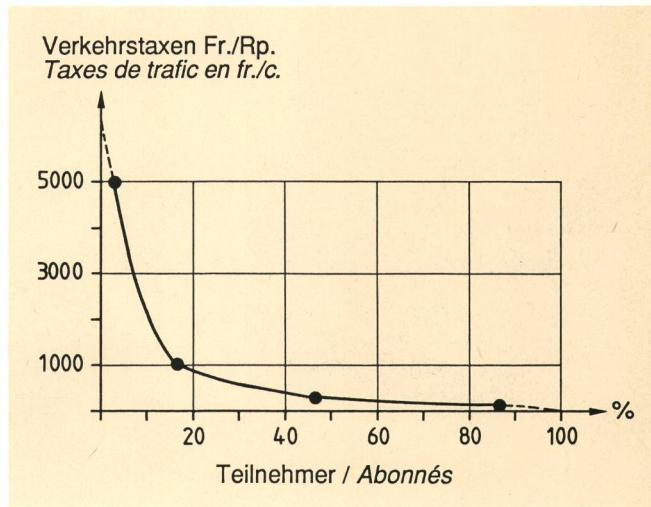

Fig. 1
- die Benutzer von PC, Textverarbeitungssystemen und Computernetzwerken, die den Zugang zum Telexnetz nicht missen wollen (Fig. 1)
- Les utilisateurs de PC, de systèmes de traitement de texte et de réseaux d'ordinateurs qui souhaitent ne pas renoncer à l'accès au réseau télex (*fig 1*).